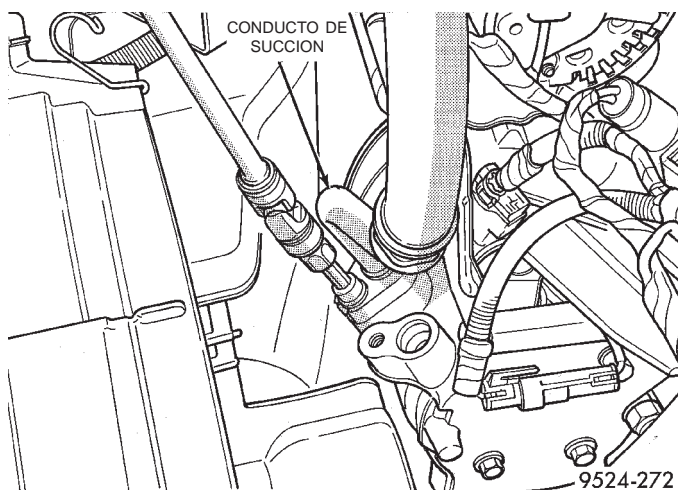

Fig. 72 Conducto de succión en el compresor
- (4) Desconecte el conducto del extremo del compresor (Fig. 72).
- (5) Retire el conducto de succión del vehículo.